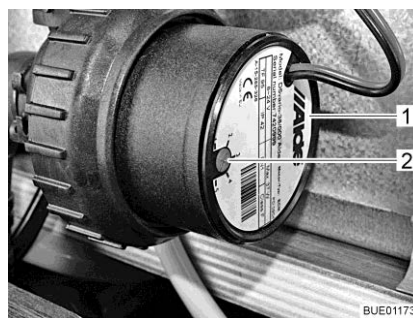

Fig. 215 Riduzione del numero di giri
Con il pomello girevole (Fig. 215,2) è possibile impostare il numero di giri della pompa di circolazione. A un numero di giri ridotto i rumori prodotti dal funzionamento della pompa si riducono.
Il pomello girevole si trova sulla pompa di circolazione (Fig. 215,1).
- Ruotare il pomello girevole (Fig. 215,2) in senso antiorario. La potenza diminuisce.